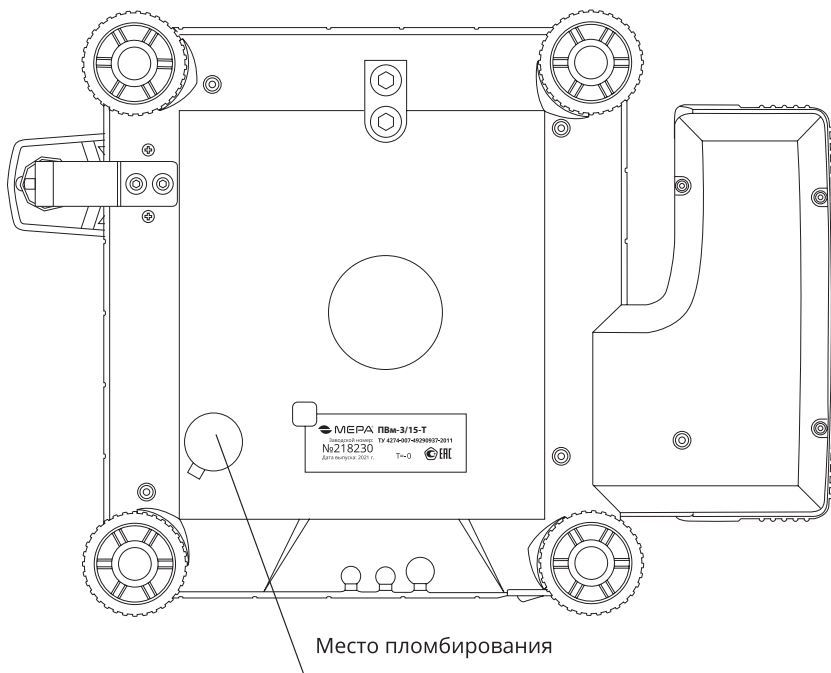

Рисунок 3 – Весы ПВм. Место пломбирования
5.2. Место пломбировки от несанкционированного доступа в соответствии с Рис. 3.